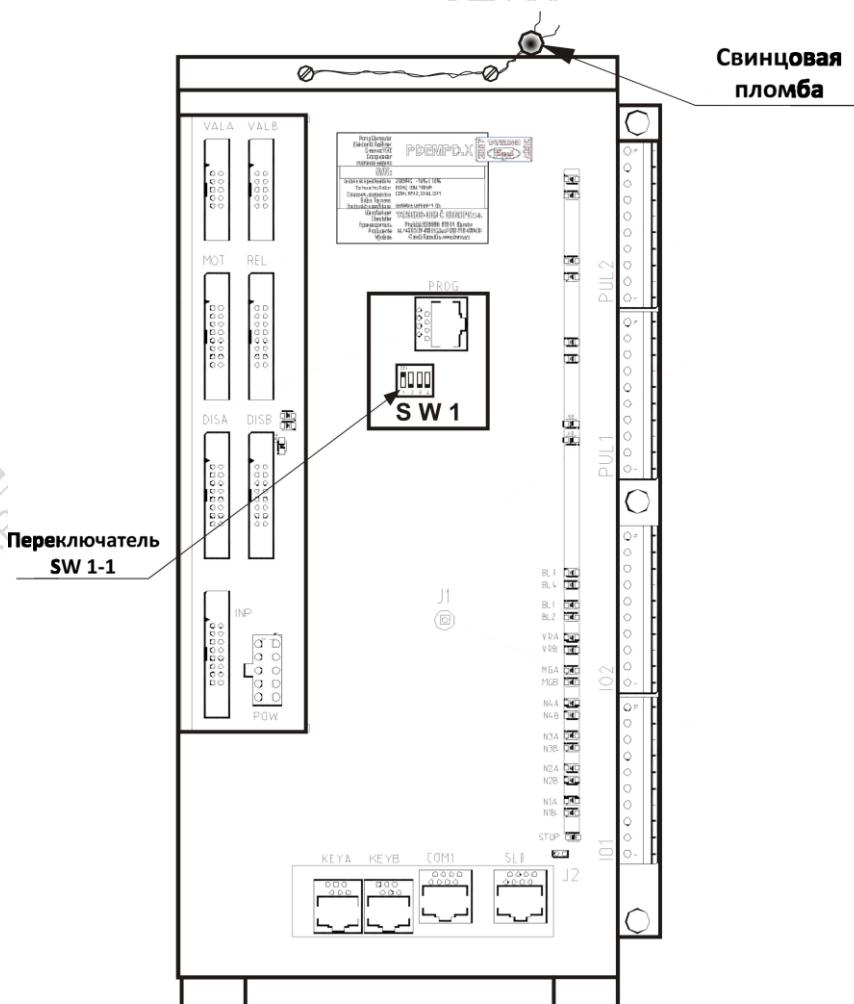

Рисунок 4.
Переключатель SW1-2 при переводе в верхнее положение (ON) блокирует возможность изменения основных конфигурационных и настроек параметров электроники по линии данных; переключатель SW1-3 не задействован; переключатель SW1-4 в положении ON производит инициализацию параметров при каждом включении электропитания счетчика. Необходимость перевода переключателей SW1-2, SW1-4 определяется изготовителем ТРК (рис.4).